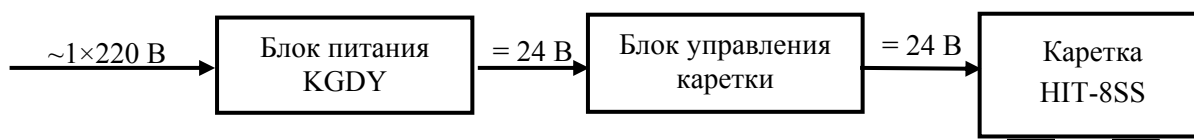

Рисунок 2: Блок-схема подключения сварочной каретки HIT-8SS
- Подключить сварочную каретку (см. Рисунок 2, Рисунок 3)